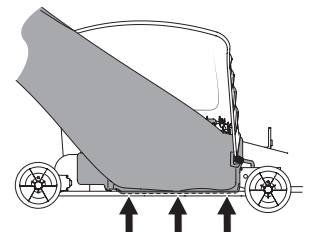

Figure 21
**IMPORTANT !** Assurez-vous que le fond de la botte est situé à l'intérieur de la lèvre de l'ouverture du plateau, comme montré à la Figure 21.